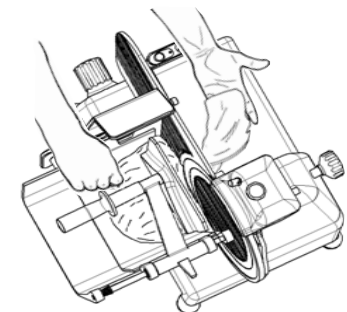

Abb.46
3. nun das Oberteil loslassen, Hülse (c) und Gegenzapfen (Detail d- Abb.46) zusammenpassen;